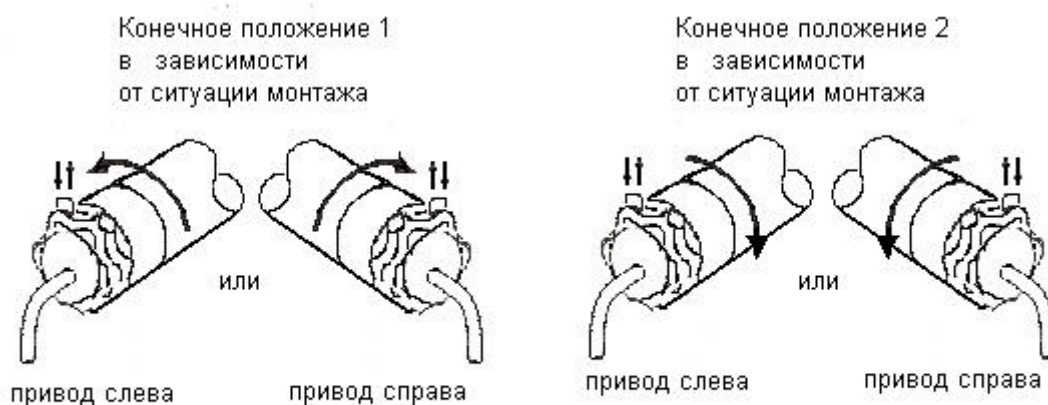

Рис. 26. Установка верхнего и нижнего конечного положения.
27. Произвести подключение электропривода к электрической сети и отрегулировать положение концевых выключателей (верхнего и нижнего). Для этого необходимо, для двигателей SOMFY, снять колпачок с клавиш концевых выключателей. Обе установочные клавиши на электродвигателе заводятся в паз (нажимаются и фиксируются) (рис.26). При нажатых клавишах концевых выключателей число оборотов привода не ограничено.